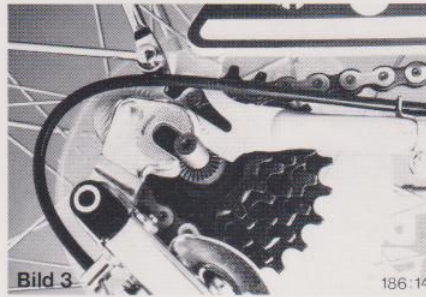

Bild 3
- Laufrad so in Rahmen einhängen, daß Festkonus mit Stirnverzahnung direkt am Ausfallende anliegt (Bild 3).